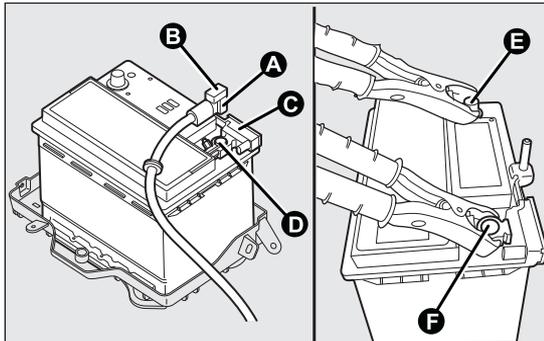

Abb. 219
- schließen Sie das Pluskabel des Ladegerätes am Pluspol der Batterie E und das Minuskabel an der Klemme des Sensors F an, wie dies in Abb. 219 gezeigt wird;
- nachdem Sie das Ladegerät getrennt haben, schließen Sie den Steckverbinder A am Sensor C an, wie dies in Abb. 219 gezeigt wird.